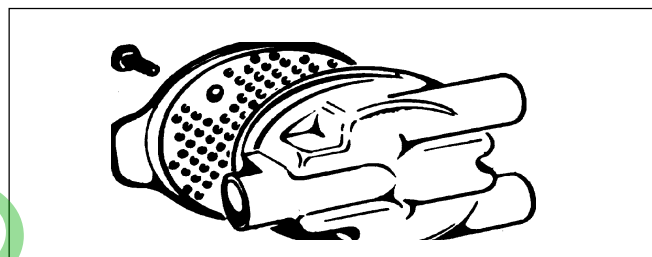

Fig. 4
- Pour le déposer, il faut tout d'abord enlever le groupe couvercle acoustique (Fig. 4).
NOTE - Les orifices internes du couvercle acoustique (Fig. 4) doivent toujours être parfaitement propres et ne doivent pas présenter d'éventuels défauts de moulage (bavures) pour ne pas provoquer des défauts de carburation.